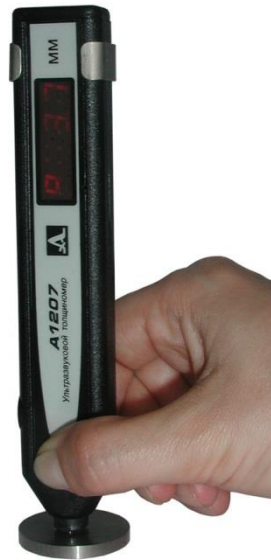

Рисунок 5
- Установить прибор на контрольный образец и выдержать 1-2 секунды до установки постоянных показаний толщины на экране (рисунок 5).